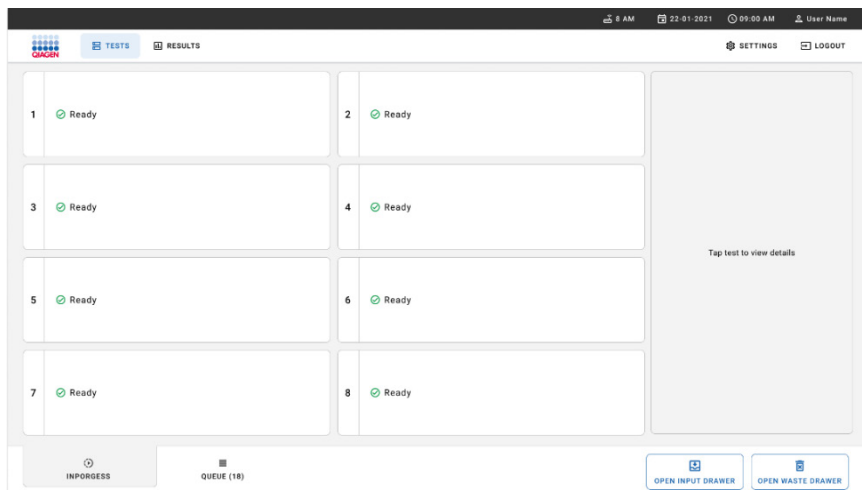

Figura 20. Schermata principale dei test.
3. Chiudere il cassetto dei materiali di scarto dopo la rimozione delle cartucce. Il sistema esegue la scansione del vassoio e ritorna alla schermata principale (Figura 20). Se il vassoio è stato rimosso per motivi di manutenzione, assicurarsi che sia inserito correttamente prima di chiudere il cassetto.
4. Premere il pulsante **OPEN INPUT DRAWER** (APRI CASSETTO DI INSERIMENTO) nell'angolo in basso a destra della schermata (Figura 20).